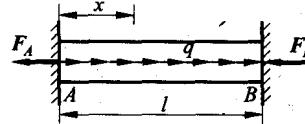

图 1.5
**例 1.5** 两端固定的等直杆 AB, 如图 1.5 所示。